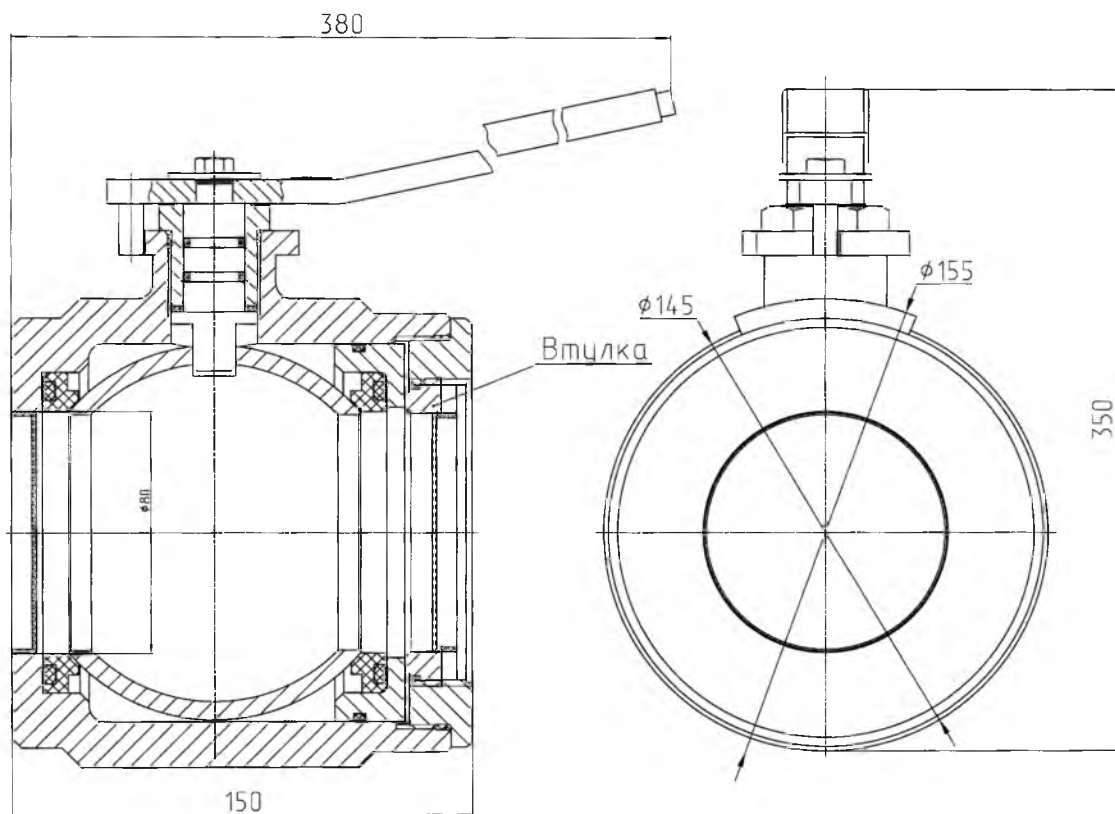

Рисунок 1
7.4 Подтяжку втулки (рисунок 1) для достижения герметичности производить спец ключом (усилие затяжки должно находиться в диапазоне 45-55 Н•м) в закрытом положении затвора (рукоятка должна дойти до упора).